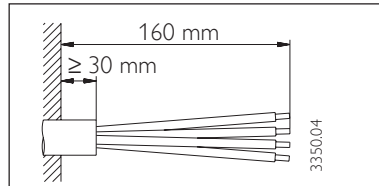

Abb. 18 / Fig. 18 / Afb. 18
- De elektrische aansluitkabel volgens Afb. 18 inkorten en strippen.
- Bei Unterputzanschluß muß die Anschlußleitung mindestens 30 mm isoliert aus der Wand ragen (Abb. 18).
- In the case of a concealed connection the power lead must protrude at least 30 mm with insulation from the wall (Fig. 18).
- En cas de montage encastré, le câble d'alimentation non dénudé doit dépasser d'au moins 30 mm du mur (fig. 18).
- Bij inbouw-aansluiting moet de aansluit-leiding tenminste 30 mm geïsoleerd uit de wand steken (Afb. 18).